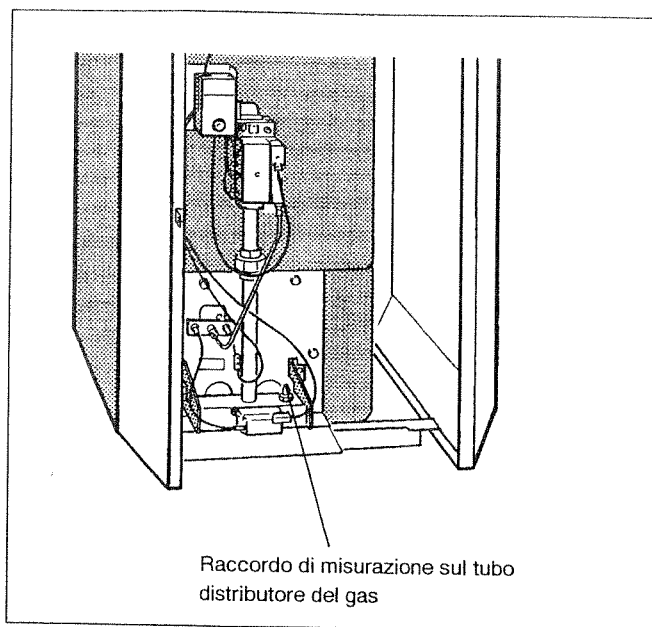

Fig. 34: Bruciatore a gas
- Allentare di due giri la vite di chiusura del raccordo di misurazione sul tubo distributore del gas (Fig. 34).